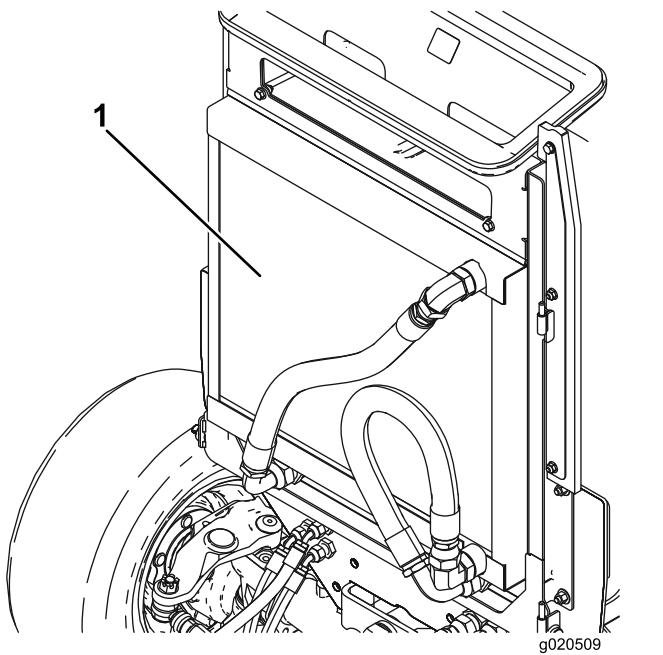

Figura 103
4. Limpie a fondo ambos lados de la zona del enfriador de aceite/radiador (Figura 103) con aire comprimido. Empezando en la parte delantera, sople los residuos hacia la parte trasera. Luego, limpie desde atrás, soplando los residuos hacia adelante. Repita el procedimiento varias veces hasta eliminar todos los residuos.